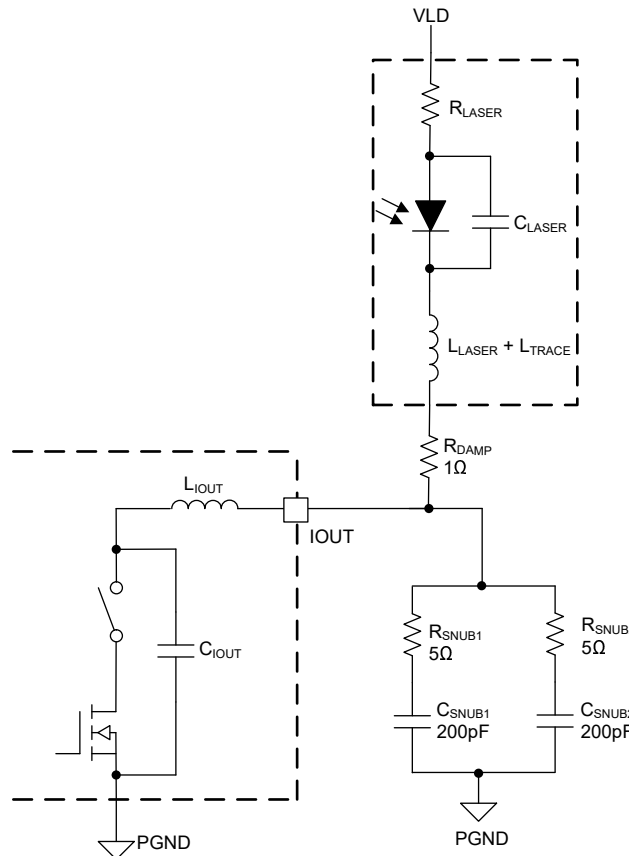

图 7-3. I_{OUT} 路径的二阶 RLC 电路
- 为了在 I_{OUT} 脉冲中实现关键响应，设计的目标对于图 7-3 中所示的二阶系统使 $\zeta = 1$ 。通过添加明显大于 C_{IOUT} 的 C_{SNUB} ，二阶电路行为主要由 C_{SNUB} 值决定。
- $C_{SNUB} = 5 \times C_{IOUT}$ (8)